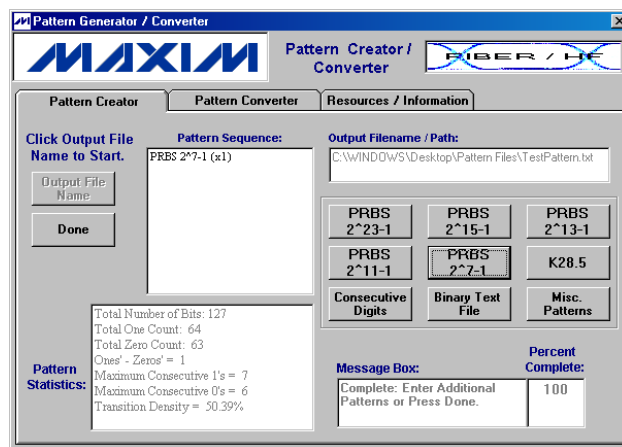

図 10. Creator の実例(ステップ#4)
4. この時点でパターンの最初のシーケンスが**[Pattern Sequence (パターンシーケンス)]**ボックスに表示され、現時点までの対応するパターンの統計データが**[Pattern Statistics (パターンの統計データ)]**テキストボックスに表示されます(図 10)。